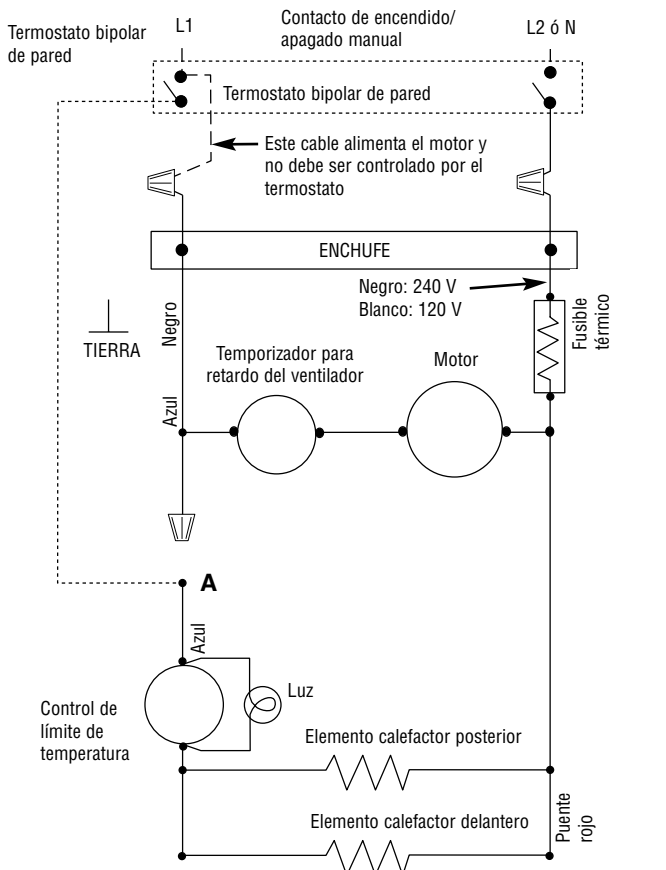

Figura 3 – Conexión del termostato remoto (si desea la menor potencia, desmonte el puente rojo)
6. **PARA EL TERMOSTATO REMOTO BIPOLAR DE PARED, CONECTE EL CALEFACTOR COMO SE MUESTRA EN LA FIGURA 3.** Instale los cables desde la caja del interruptor automático al termostato de pared. Conecte el cable azul A al cable del lado de carga del termostato.
NOTA: los modelos de 1100 vatios se deben conectar únicamente a un termostato remoto provisto de un interruptor que encienda y apague el calefactor completo (tanto los elementos calefactores como el motor). Los modelos de 1500 vatios SE DEBEN conectar como se muestra en la figura 3.